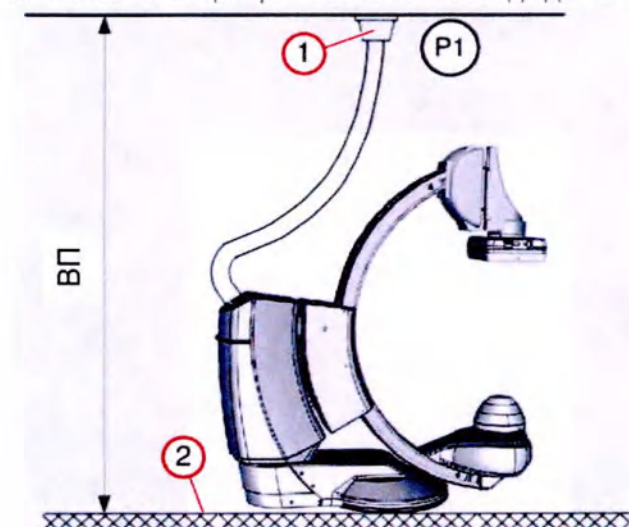
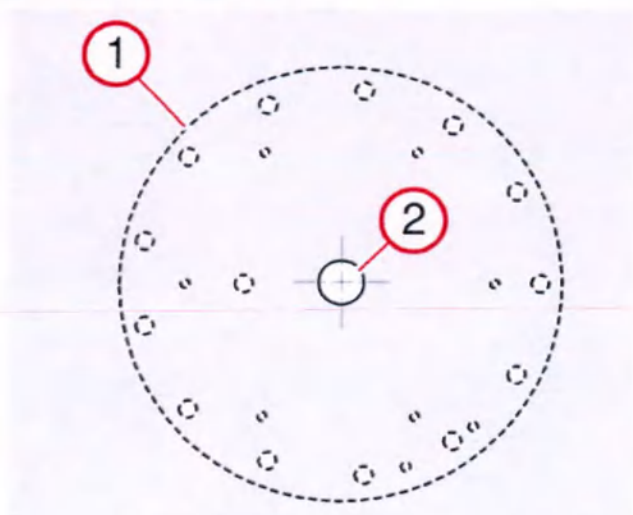

Рис. 58: Высота помещения
Рис. 59: Напольный штатив, положение кабеля
Кабельный вывод должен быть установлен непосредственно над центром монтажной пластины напольного штатива (Рис. 59 (2)). Максимально допустимое отклонение зависит от высоты помещения (Рис. 58):